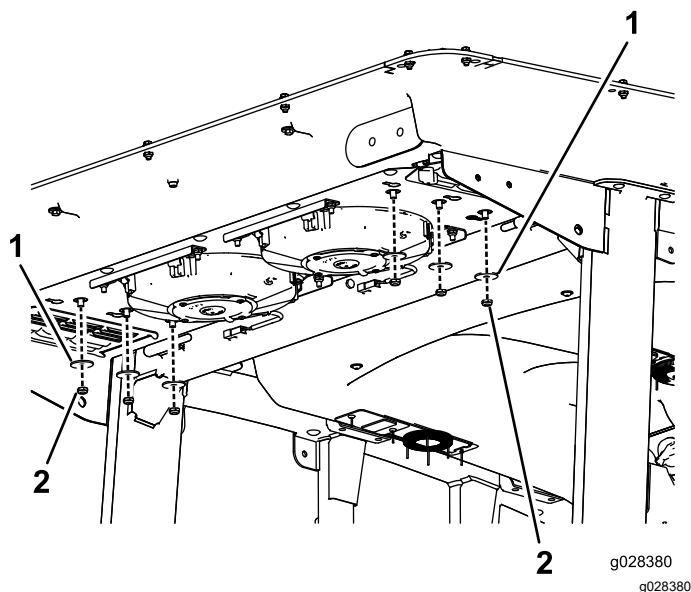

Figure 105
2. Retirez les 6 écrous et rondelles au bas de l'arrière de la cabine (Figure 105).